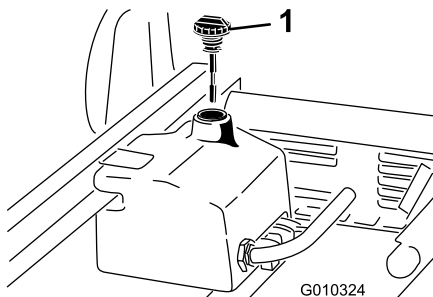

Figura 21
1. Pulite la zona intorno al collo del bocchettone e il tappo del serbatoio idraulico (Figura 21). Togliete il tappo dal collo del bocchettone.
2. Togliete l'asta di livello (Figura 21) dal collo del bocchettone e pulitela strofinando con un panno pulito. Inserite l'asta di livello nel collo del bocchettone, quindi estraetela e controllate il livello del fluido. Il livello del fluido deve essere compreso tra le due tacche dell'asta di livello.